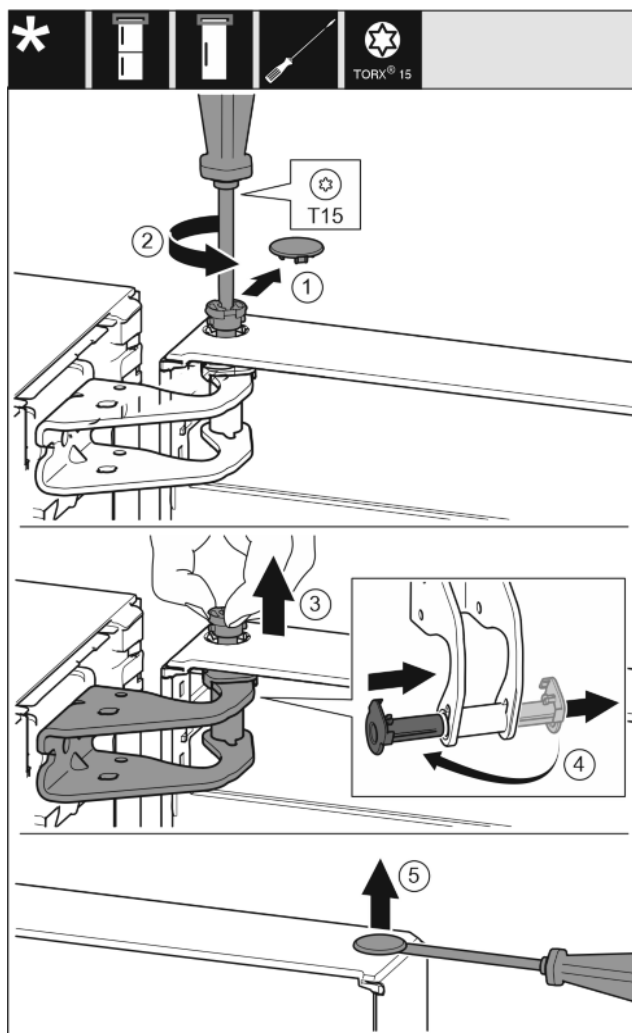

Fig. 9
- ▶ Ostrożnie zdjąć osłonę zabezpieczającą. Fig. 9 (1)
- ▶ Sworzeń wykręcić nieco przy pomocy śrubokręta T15. Fig. 9 (2)
- ▶ Przytrzymać drzwi i wyjąć sworzeń palcami. Fig. 9 (3)
- ▶ Tuleję łożyskową wyjąć z prowadnicy. Założyć z drugiej strony i zazębnić. Fig. 9 (4)
- ▶ Zatyczkę ostrożnie podważyć przy pomocy śrubokręta i wyjąć z tulei łożyskowej drzwi. Fig. 9 (5)